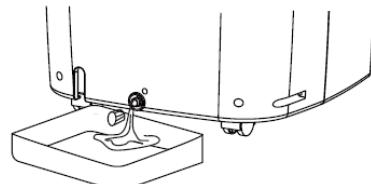

Fig.7
- Desconecte el aparato y desenchufe la clavija de red. Para vaciar el depósito de agua, retire el tapón de purga del agua de la parte inferior del aparato y deje que el agua salga a un recipiente. Cuando reinicie el aparato, este funcionará normalmente (Fig.7).